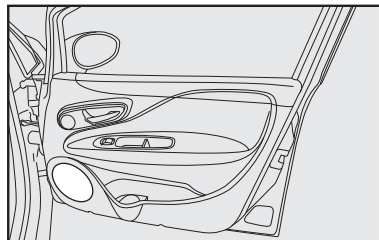

fig. 101
- alto-falantes nas portas dianteiras fig. 101.